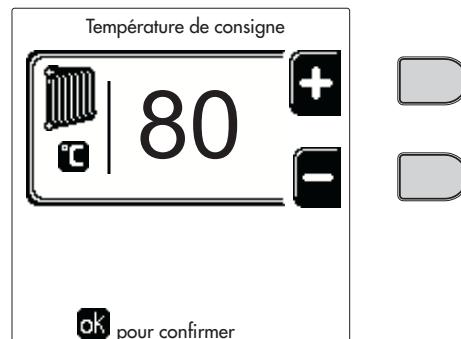
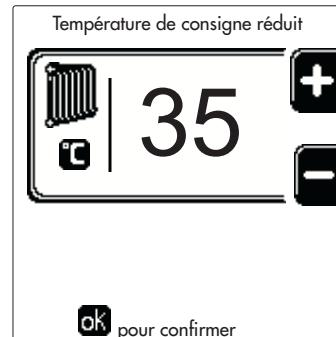
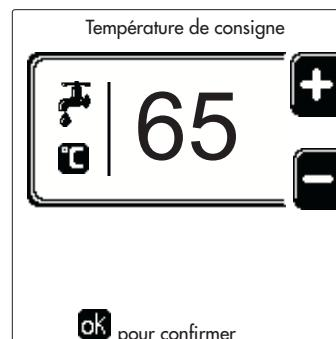

fig. 13
fig. 14
fig. 15
- **ON.** En cas de demande Chauffage/ECS, la chaudière fonctionne à la Température de Réglage Chauffage/ECS (fig. 13/fig. 15) réglée.
- **OFF.** En cas de demande de Chauffage/ECS, la chaudière fonctionne en Température de réglage réduite. La température réduite est obtenue en soustrayant la valeur de la température de réglage réduite (fig. 14/fig. 16) de la température de réglage du chauffage/ECS (fig. 13/fig. 15) définie.